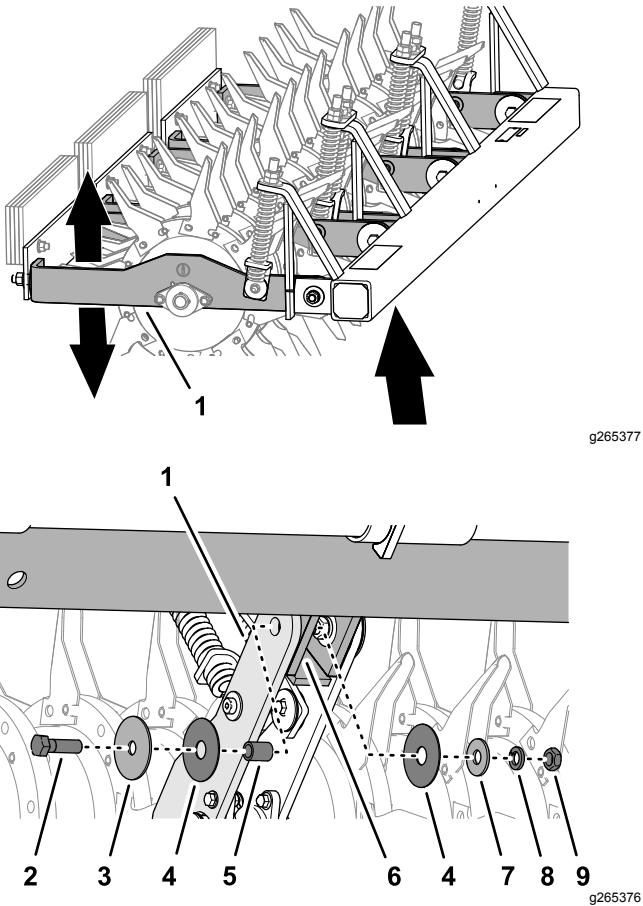

Figure 28
Les 6 bras principaux pivotent librement horizontalement et verticalement pour permettre à l'aérateur de suivre le relief du sol. Une bague en bronze est enfoncée dans les trous de pivot entre les bras principaux et les supports de fixation du cadre (Figure 28).
2. Vérifiez que les 6 bras principaux pivotent librement (Figure 28).
- B. Retirez le boulon, l'écrou, les rondelles et la bague qui fixent le bras principal au support de fixation du cadre (Figure 28), et vérifiez l'usure des fixations.
- C. Fixez le bras principal au support de fixation du cadre à l'aide du boulon, de l'écrou, des rondelles et de la bague (Figure 28).